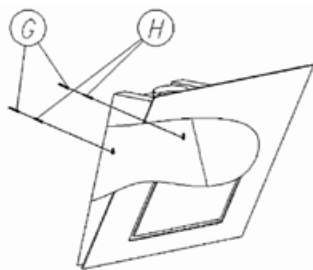

Rys. 4
1. Na ścianie za kuchenką należy wyznaczyć sobie minimalną, wymaganą wysokość montażową (450 mm dla kuchenek elektrycznych i 550 mm dla gazowych, Rys. 4).
3. Otworzyć osłonę filtra (D) i wyjąć filtr tłuszczowy (ew. węglowy).
6. Zamocować urządzenie przy pomocy załączonych kołków (G) i wkrętów (H) na wymaganej wysokości. 5).